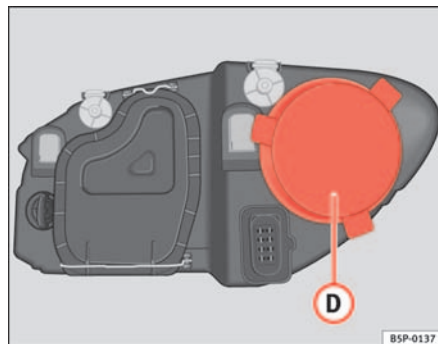

Fig. 186 Luz de presença
- Retirar a tampa ⇒ fig. 186 ①, puxando-a.